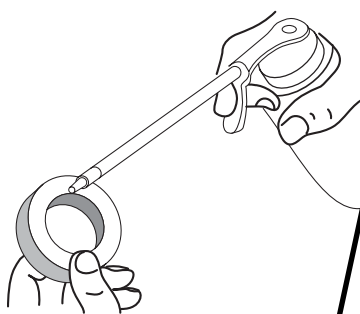

Fig. 27
4. Aplique suficiente aceite limpio SAE 30 para recubrir ligeramente el filtro (Fig. 27).